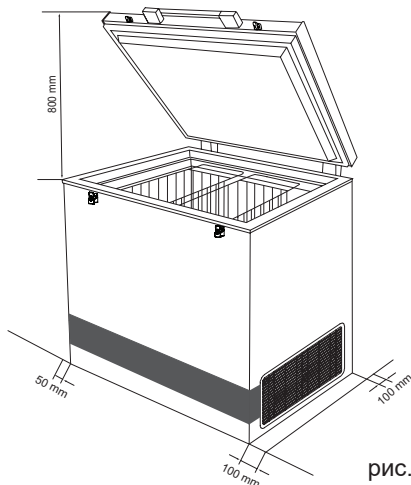

рис. 8
Стандартно поставляемый кабель имеет сечение 6 мм² и длину 20 м. Экранированные кабели, идущие от фотоэлектрических панелей (PV), оснащены совместимыми разъёмами MC4 типа «штекер/гнездо» (male/female). Эти кабели необходимо подключить к заранее установленным на задней стороне устройства совместимым разъёмам MC4 типа «штекер/гнездо». См. рис. 8. Соединения типа MC4 выполнены по принципу Plug-and-Play и могут быть подключены только правильным образом: штекер к гнезду, гнездо к штекеру. Перед вводом устройства в эксплуатацию тщательно очистите его.